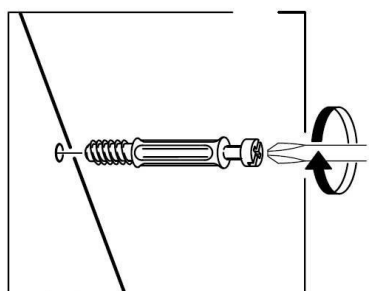

Рис. 1
1. В боковые стенки (56), (57), перегородку (58), горизонтальный щит (19), планку заднюю (21) в имеющиеся отверстия установить эксцентрики таким образом, чтобы стрелка была повернута в сторону отверстия в торце.
В установленные муфты эксцентриковых стяжек на боковых стенках (56), (57), перегородке (58), крышке (1), вернуть дюбели DU 644, в соседние отверстия установить шканты (рис.1).
2. Установить монтажные планки петель на боковые стенки (56), (57), перегородку (58) с помощью комплектных винтов.